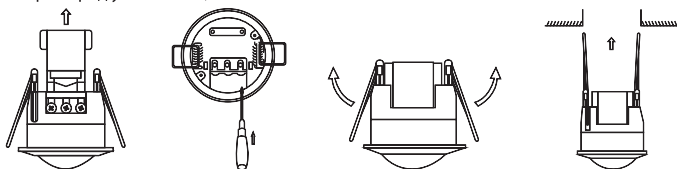

Рисунок 5. Схема монтажа датчиков ДДТ-01, ДДТ-02, ДДТ-03
5.3.2. Датчики ДДТ-01, ДДТ-02, ДДТ-03 (см. рисунок 5):